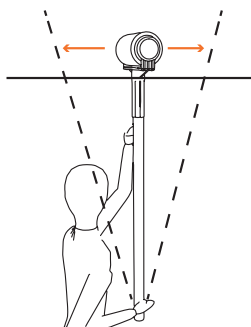

Abb. 3 | Fig. 3 | Fig. 3 | fig. 3 | afb. 3 | 3. ábra | obr. 3 | obr. 3 | fig. 3 | rys. 3 | res. 3
4. Beim Verwenden der Stange stets sichergehen, dass Sie direkt unter dem Gewicht der Rolle sind (Abb. 3).
4. When using the pole, always ensure you are positioned directly under the weight of the roller (Fig. 3).